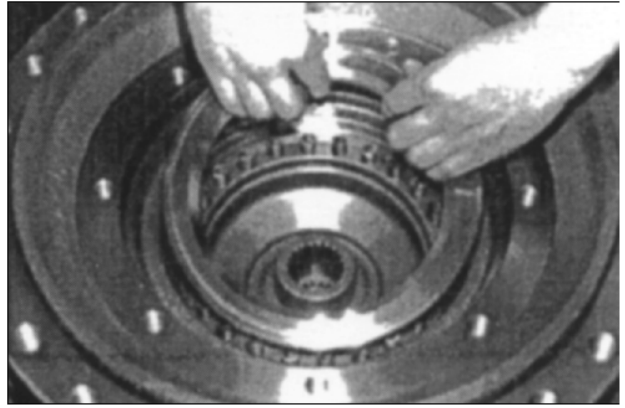

Рис. 125
34. Установите стопорный диск. Рис. 125.